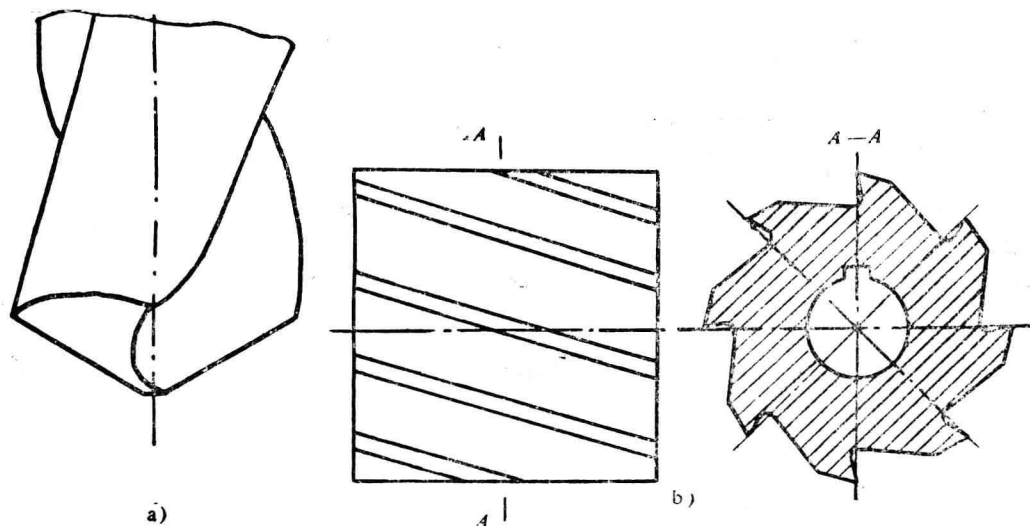

图 4 麻花钻、螺旋齿铣刀
13. 试标出图 4 所示的普通麻花钻、螺旋齿平面铣刀的基面和切削平面的位置。